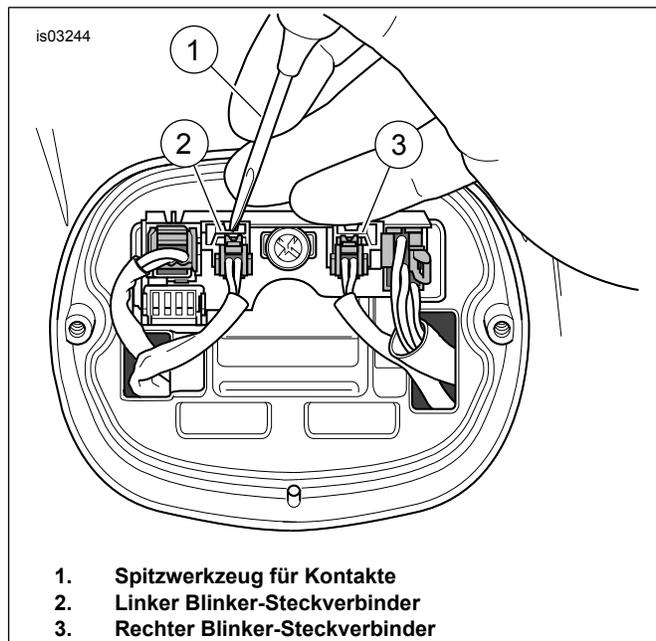

Abbildung 2. Blinker-Steckverbinder entfernen
3. Siehe Abbildung 2. Mit einem Spitzwerkzeug für Kontakte (1) die Verriegelungszungen nieder drücken, und die Blinker-Steckverbinder (2, 3) ausbauen. Die Steckverbinder für den Einbau des Teilesatzes aufheben. Siehe AMP MULTILOCK-STECKVERBINDER im Werkstatthandbuch.